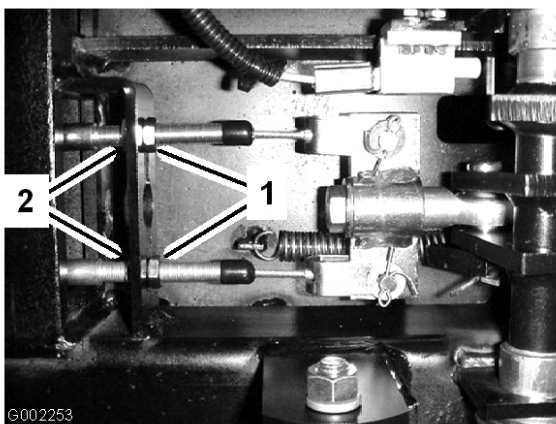

Figura 55
5. Desaperte as porcas dianteiras nos cabos dos travões por baixo da parte dianteira do carro de rega (Figura 55).
6. Aperte as porcas traseiras de forma idêntica até o pedal dos travões se deslocar entre 1 a 2 cm antes de se verificar qualquer resistência (Figura 55).